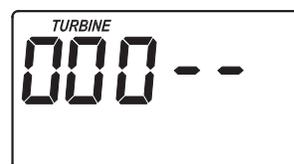

FIG. 17
1. Appuyez sur la touche « PROGRAM » maintenez-la enfoncée pendant quelques secondes, jusqu'à ce la mention « 000-- » s'affiche, tel qu'illustré à la figure 17.